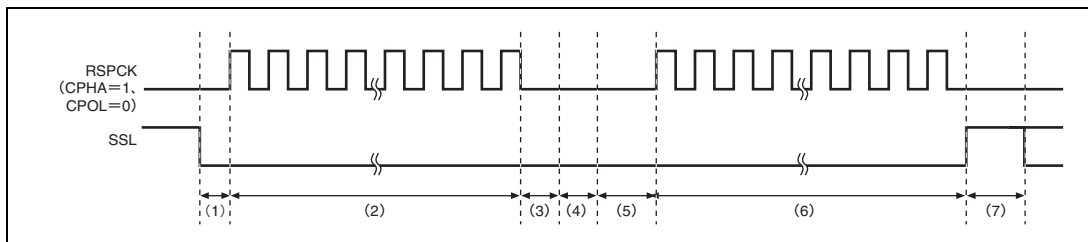

図 16.17 SSLKP ビットを利用したバースト転送動作の例
SSLKP ビットに 1 を設定した SPCMD での SSL 信号出力設定と、次転送で使用する SPCMD での SSL 信号出力設定が異なる場合、RSPI は次転送のコマンドに対応した SSL 信号のアサート時（図 16.17 の (5)）に SSL 信号状態を切り替えます。このような SSL 信号の切り替えが発生した場合、MISO をドライブするスレーブが競合して信号レベルの衝突が発生する可能性があるので注意してください。